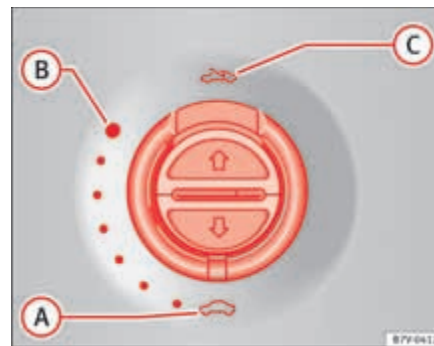

Fig. 61 En el revestimiento interior del techo: gire el conmutador para abrir y cerrar.
⇒ página 110, fig. 61
- El conmutador ⇒ página 110, fig. 61 ① debe estar en la posición de “cerrado” .